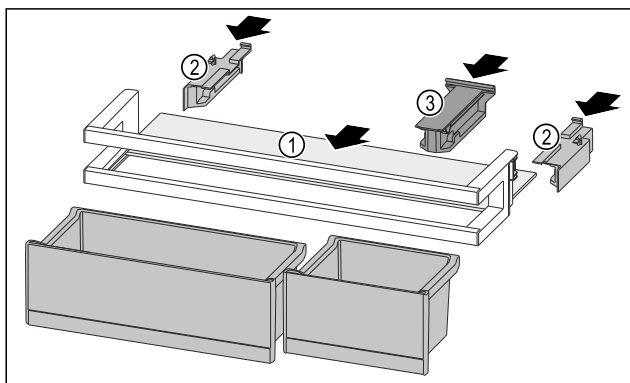

Fig. 239
- ▶ Odkládací plochu Fig. 239 (1) zasuňte do bočních vybrání.
- ▶ Boční díly Fig. 239 (2) vložte.
- ▶ Držák Fig. 239 (3) vložte.